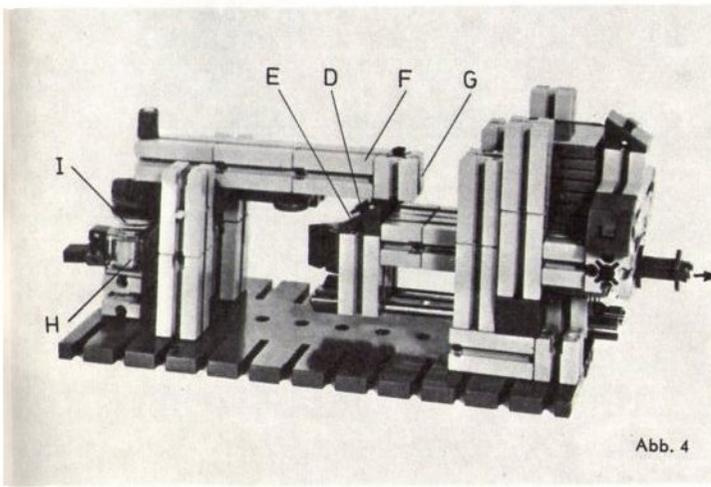

Abb. 4
3. Aufbau der elektromagnetischen Verriegelung nach Abbildung 4. Nach Entnahme einer Packung wird der Warenschieber in seine Endstellung zurückgeschoben. Dabei wird der Rasthebel F von den beiden Winkelsteinen D und E angehoben und der Baustein G rastet mit einem Zapfen an der Kante der Winkelsteine D und E ein. Er sperrt somit den Warenschieber gegen nochmaliges Herausziehen. Erst wenn der eingebaute Elektromagnet H Spannung bekommt, zieht er die Rückschlußplatte I an und der Rasthebel F wird ausgeklinkt. Der Befehl zum Ausklinken des Rasthebels wird durch den Münzeinwurf (z. B. 10-Pfennig-Stück) ausgelöst.